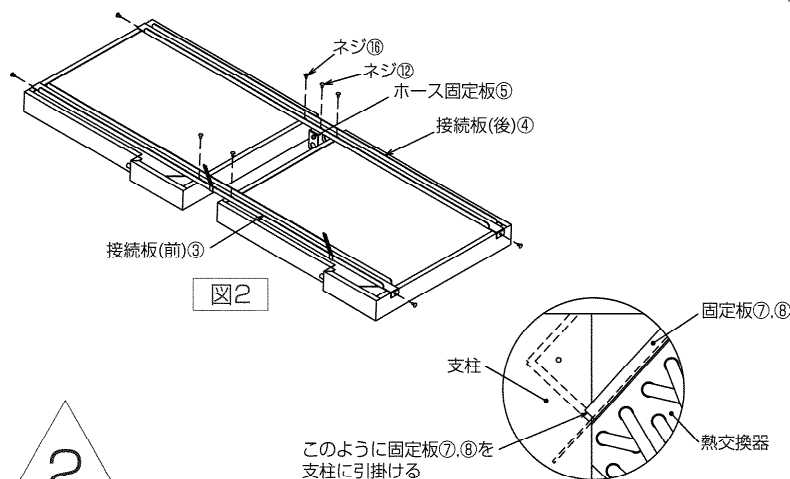

図2
- 1) 接続板 (前) ③、接続板 (後) ④、ホース固定板⑤を **図2** のように加湿エレメント①にネジ⑫⑬にて取付けてください。(ネジ9本)